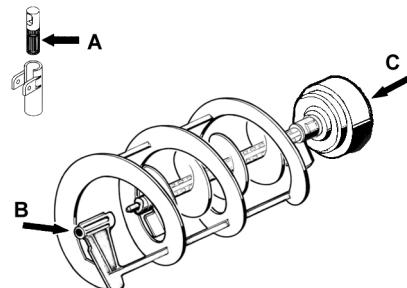

figura 11
- Lubrificare il pistone rubinetto, il raschiatore interno e quello esterno (nei punti A, B e C indicati in figura 11) utilizzando esclusivamente il grasso fornito dal fabbricante o altro **grasso per uso alimentare**.